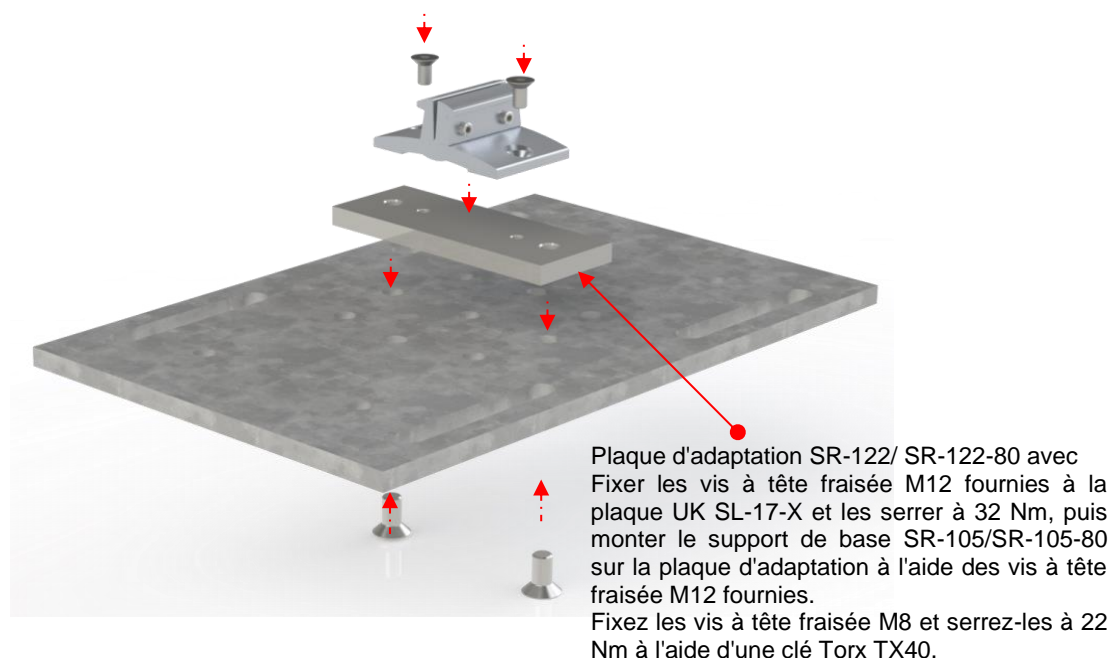

Fig. 6 Montage du support de base SR-105 sur la plaque d'adaptation SR-122 pour les plaques de sous-structure SR-017
7. Pour assembler les pièces individuelles, utilisez les Fig.1 - Fig. 6 du chapitre 5.